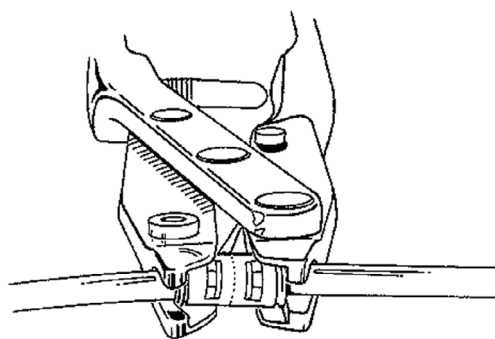

Figure 4-20. Placez le connecteur dans la pince
10. Disposez les extrémités du connecteur dans les mâchoires de la pince (**Figure 4-20**).
MISE EN GARDE : Vérifiez les tubulures avant de fermer la pince. Les tubulures ne doivent pas être coincées entre la mâchoire de la pince et le connecteur. La tubulure doit sortir droite des extrémités du connecteur par les fentes de la pince. Après avoir utilisé la pince AMS Quick Connect, les tubulures doivent présenter un renflement contre la fenêtre du connecteur. Ceci indique qu'elles sont encore fermement en contact contre la paroi du milieu du connecteur. L'extrémité du collet à l'extérieur du connecteur doit être parallèle à, et presque au même niveau que, l'extrémité du connecteur. (Figure 4-20) Ceci permet de vérifier que le collet a été complètement inséré dans le connecteur et y est bien fixé. Tirez fermement sur les tubulures des deux côtés du connecteur pour confirmer qu'une bonne connexion a été effectuée.